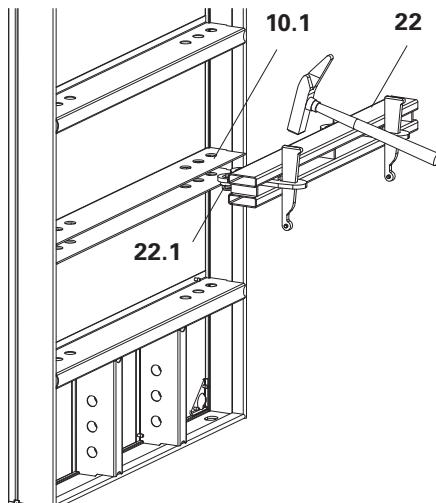

Fig. A5.04
2. Fijar las cuñas con golpes de martillo. (Fig. A5.04)